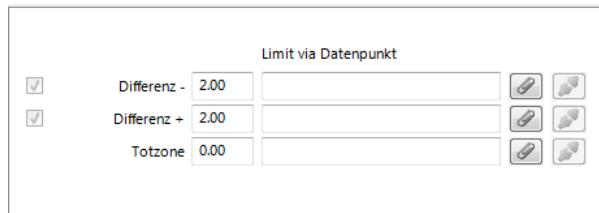

Abbildung 29: Bedingung für einen analogen Feedback-Alarm.
10. Für einen analogen Feedback-Alarm füllen Sie die Alarmbedingung wie in Abbildung 29 gezeigt aus. Ein Feedback-Alarm wird aktiv, wenn der Stellwert eine **Differenz -** und **Differenz +** vom Wert des Feedback-Datenpunktes ausweist. Geben Sie eine